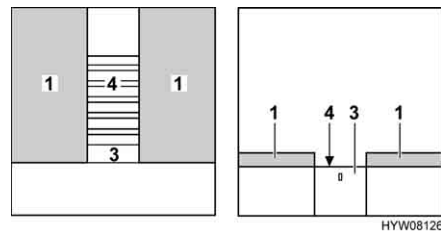

Fig. 82 Pendant la transformation
- Faire ressortir le sommier à lattes complètement (Fig. 82,4). Tirer pour ce faire sur le tiroir (Fig. 82,3).